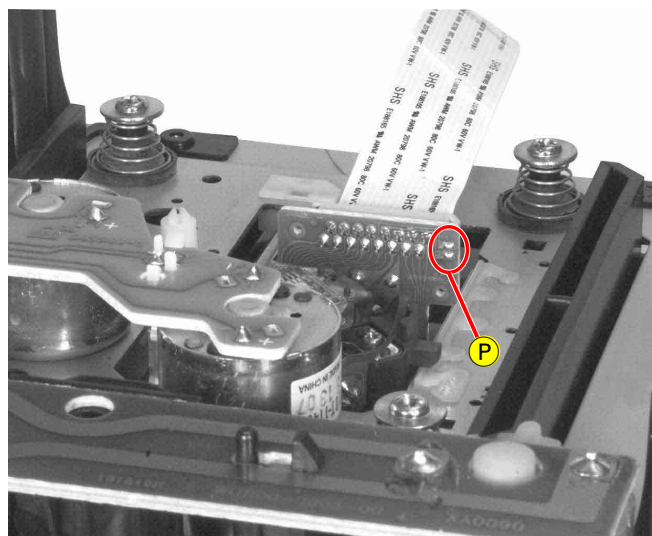

Fig. 13
- Vor Abziehen der Flexprintleitung zum Pickup Sicherheitslötstelle Ⓟ (Fig. 13) kurzschließen.
- Short circuit the safety solder points Ⓟ (Fig. 13) before disconnecting the flexprint to the pickup.